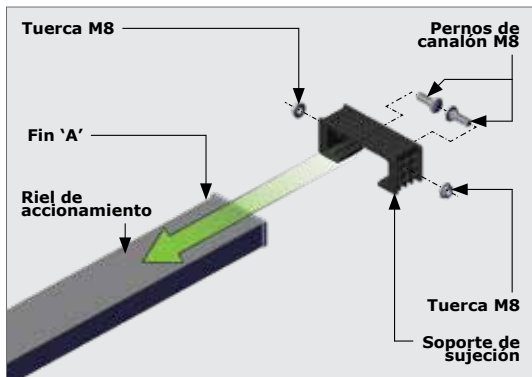

FIGURA 6
1. Coloque los pernos de canalón negros M8 en el soporte del riel de accionamiento. Asegúrelos con las tuercas M8 suministradas. Esto debe hacerse antes de colocar el soporte del riel de accionamiento y deslícelo hacia abajo por el riel de accionamiento comenzando desde el 'Extremo A' (Figura 6).